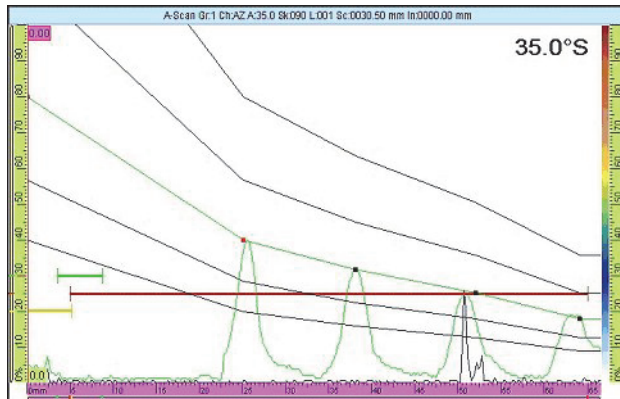

Figura 6-8 Verificación de la curva DAC
3. Efectúe un escaneo sobre cada reflector, y verifique que sus señales se alineen en la curva DAC. Véase la Figura 6-8 en la página 181.